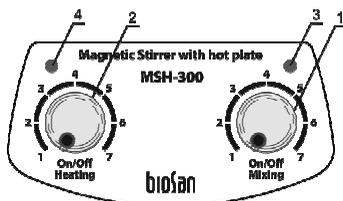

Fig.2 Pannello di controllo
- 4.3. Avviare la modalità di miscelazione portando la manopola **Mixing** (Fig. 2/1) in posizione **On** e impostare la velocità desiderata. La luminosità dell'indicatore di miscelazione (Fig. 2/3) aumenta con l'aumentare della velocità impostata.
- 4.4. Avviare il riscaldamento portando la manopola **Heating** (Fig. 2/2) in posizione **On** (si accenderà l'indicatore di riscaldamento, Fig. 2/4) e impostare la temperatura desiderata. L'indicatore di riscaldamento sarà sempre acceso fino a quando diventerà lampeggiante al raggiungimento della temperatura impostata.